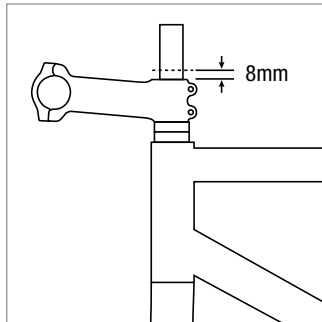

Abbildung 5
7. Montieren Sie den Vorbau auf den Lenker, stellen Sie dabei sicher, dass der Vorbau bündig auf den Distanzstücken aufliegt. Stellen Sie sicher, dass der Gabelschaft mindestens 8 mm übersteht (Abbildung 5).